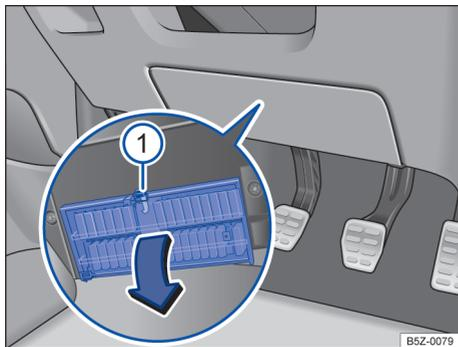

Fig. 140 No lado do condutor embaixo do painel de instrumentos: abrir a cobertura da caixa de fusíveis.
- *Abrir*: pressionar a alavanca de travamento → Fig. 140  até que a cobertura se abra.